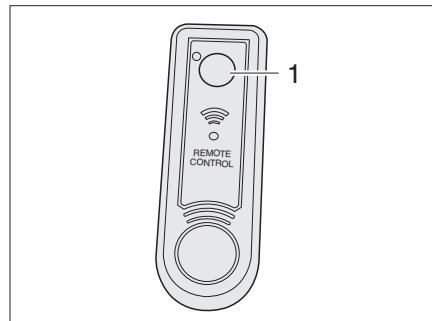

Fig. 109 Mando a distancia lámpara en el techo elevable
- Pulsar el botón (Fig. 109,1) para encender o apagar la lámpara.